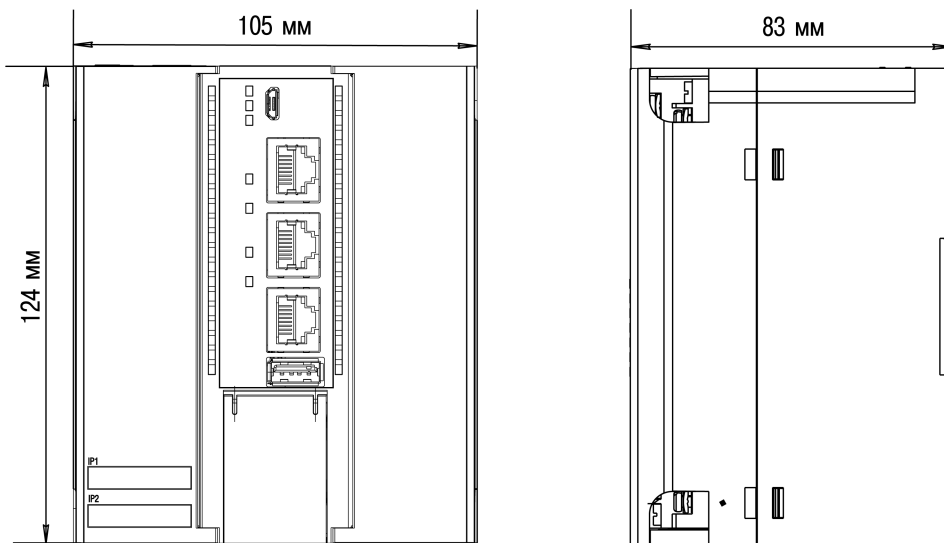

Рисунок 4.2 – Габаритные размеры
1. Подготовить место для установки на стенке шкафа или DIN-рейке в соответствии с габаритными размерами контроллера (см. рисунок 4.2).